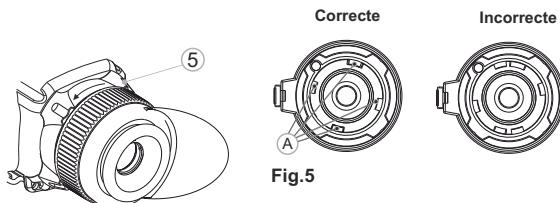

Fig.4
- Tournez la bague de verrouillage de l'oculaire (**5**) dans le sens antihoraire jusqu'à ce que vous entendiez un clic et retirez l'oculaire (**Fig. 4**).
- Installez l'insert (**14**) dans l'adaptateur (**15**) jusqu'au fond (**Fig.4**). **Important!** Avant d'insérer l'insert, vérifiez que sa partie plus étroite soit en avant.